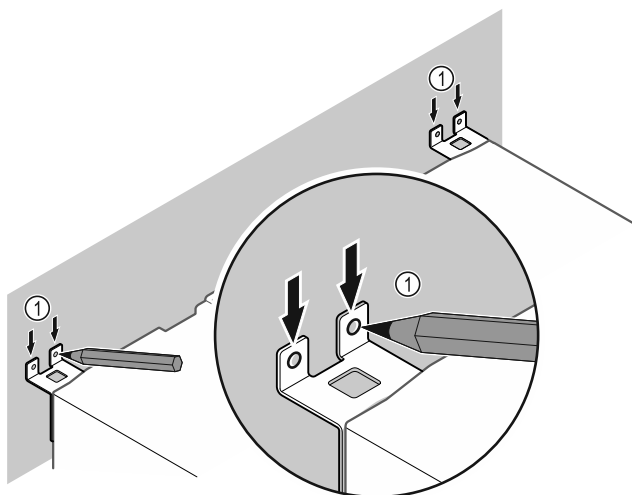

Fig. 12
- ▶ Wykonać zaznaczenia na ścianie Fig. 12 (1).